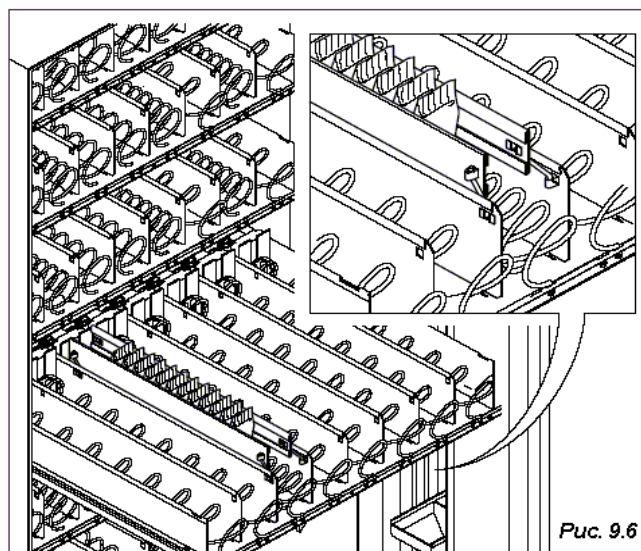

Рис. 9.6
- Можно вставить направляющие параллельно спиралью (для узких и высоких товаров) (см. Рис. 9.6), чтобы уменьшить пространство между товаром и стенкой контейнера.